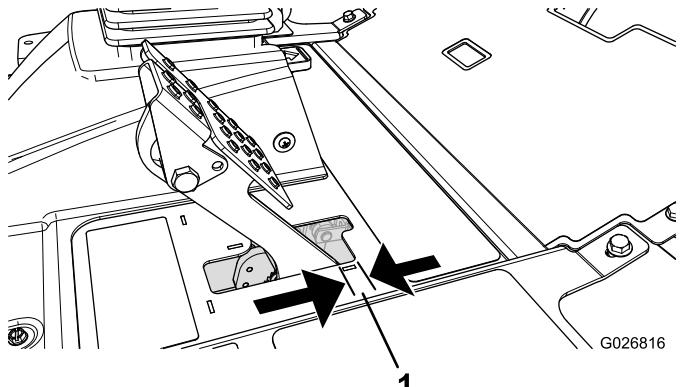

Bild 82
Stellen Sie die Bremsen ein, wenn das Bremspedal mehr als 2,5 cm Spiel hat, oder wenn die Bremsen nicht mehr gut genug greifen (Bild 82). Als Spiel gilt die Entfernung, die das Bremspedal zurücklegt, bevor ein Bremswiderstand spürbar ist.
- Ziehen Sie die hintere Mutter an, um den Zug nach hinten zu bewegen, bis die Bremspedale ein Spiel zwischen 6,3 mm und 12,7 mm haben, bevor die Radsperre auftritt (Bild 82).